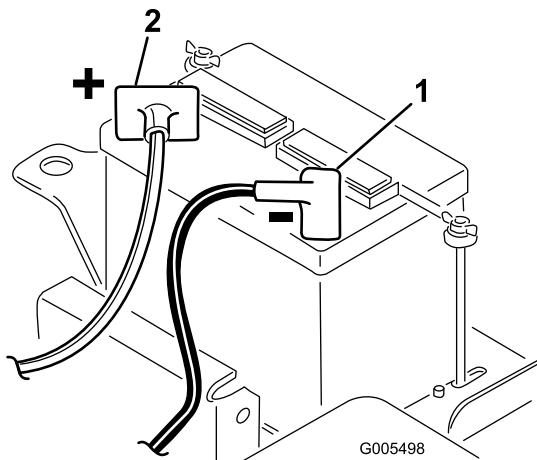

図 5
2. スタータからの赤い(+)ケーブルを(+)端子に固定する(図5)。レンチで締め付けて固定し、ワセリンを塗布する。ケーブルが擦れて磨耗するような配線はさける。座席の最後部でケーブルを傷つけることがあるので特に注意すること。